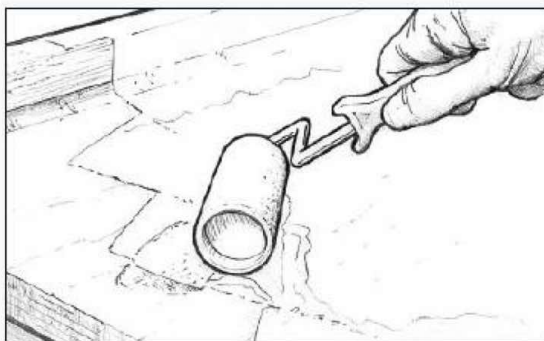

Рисунок 8-14 Пропитайте пористые поверхности перед нанесением выравнивающей шпаклёвки.
2. Пропитайте пористые поверхности смесью смолы/отвердителя (рисунок 8-14).